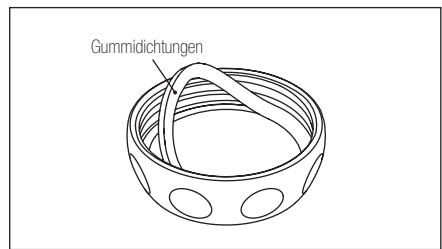

Abb. 13
- 2) Den Pulverbehälterdeckel auseinandernehmen und Gummidichtungen abnehmen. (Abb. 13)